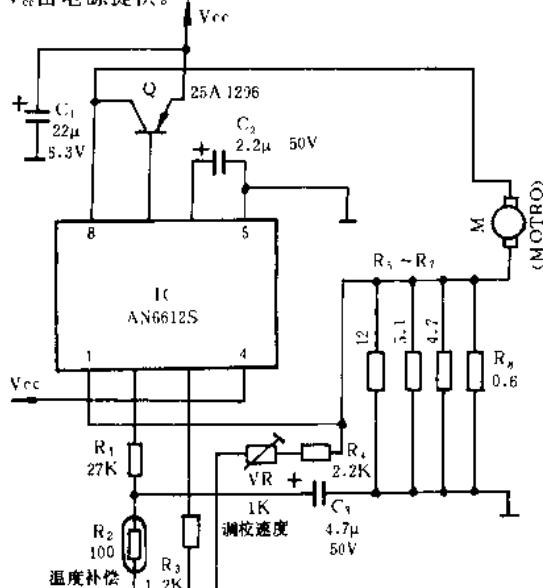

图3 爱华T33马达控制电路原理图
爱华T33随身听马达控制电路原理如图3。图中IC①脚和外接扩展驱动三极管Q发射级所加的工作电压 $+V_{cc}$ 由电源提供。